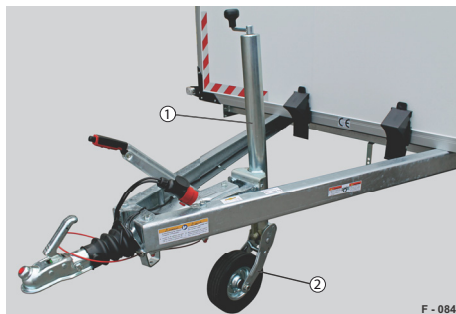

Abb. 1 Automatik-Stützrad, montiert
- Automatisch ein- und ausklappbares Rad (Abb. 1/2)
- Hoch- und Herunterstellen des Zylinders (Abb. 1/1) ist nicht erforderlich